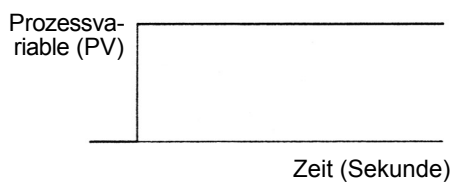

Abb. 1. Prozessvariable (PV) vor der PV-Filterung
**(3) Befehlsregister +63: PV-Filter-Zeitkonstante**
Die Funktion PV-Filter ist ein Software-Filter zur Stabilisierung der Prozessvariable (PV), welche durch Schwankungsprozesse beeinflusst wird, wie zum Beispiel Druck oder Durchflussgeschwindigkeit. Zu diesem Zweck wird die Verzögerung erster Ordnung der Prozessvariable (PV) berechnet. Selbst wenn sich die Prozessvariable (PV) wie in Abb. 1 gezeigt ändert, ändert sich die Prozessvariable (PV) wie in Abb. 2 gezeigt, wenn die PV-Filter-Zeitkonstante konfiguriert ist. Nach dem PV-Filtervorgang erreicht die Prozessvariable (PV) 63% der Prozessvariablen (PV) in T Sekunden.